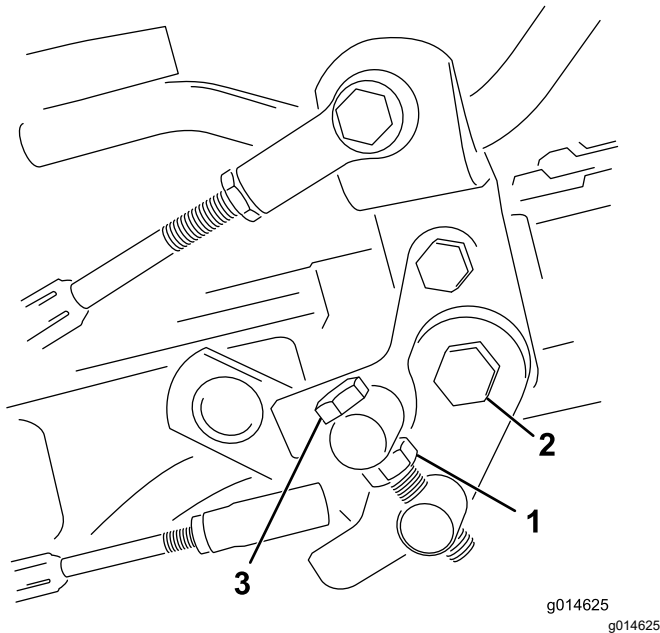

Figura 39
1. Allentate il controdado sul bullone di articolazione (Figura 39).
4. Serrate il controdado sul bullone di articolazione e il dado sul perno del pedale per fissare la regolazione (Figura 39). Controllate la messa a punto, e all'occorrenza ripetete la regolazione.